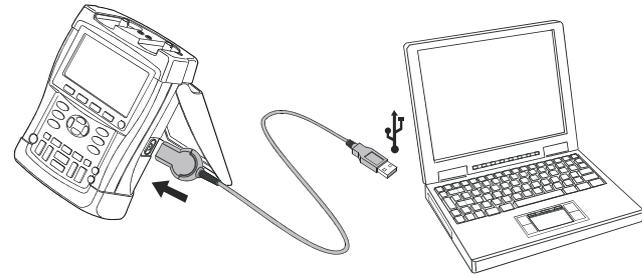

Abbildung 48. Anschließen eines Computers
- Benutzen Sie das optisch isolierte Adapterkabel (OC4USB oder PM9080), um einen Computer an die optische Schnittstelle (OPTICAL PORT) Ihres Meßgeräts anzuschließen. (Siehe Abbildung 48.)